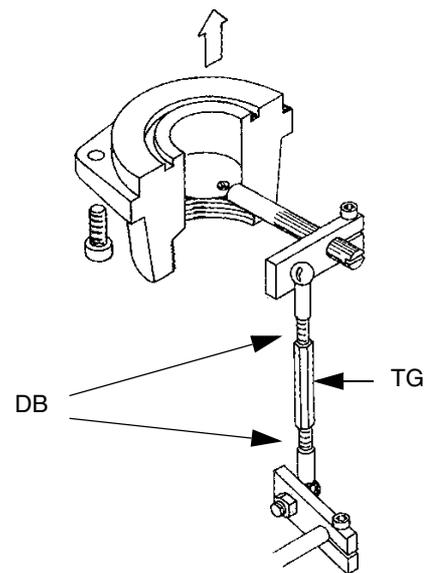

Fig. 28
- 3 Poner el quemador en baja llama. Para cambiar el caudal del gas aflojar las tuercas DB (Fig. 28) y regular el ángulo de apertura de la válvula de mariposa girando el tirante TG (la rotación en sentido horario incrementa el caudal del gas, la antihorario lo disminuye). La fisura en la tuerca de la válvula de mariposa indica el ángulo de apertura respecto del eje horizontal (Fig. 29).